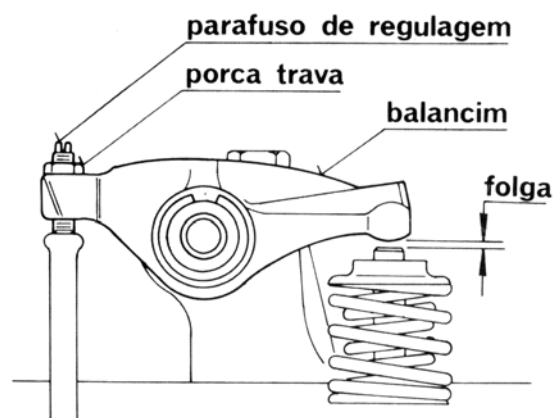

FIG 30
2. Solte a porca trava e regule com o parafuso de regulagem, **Fig. 30**